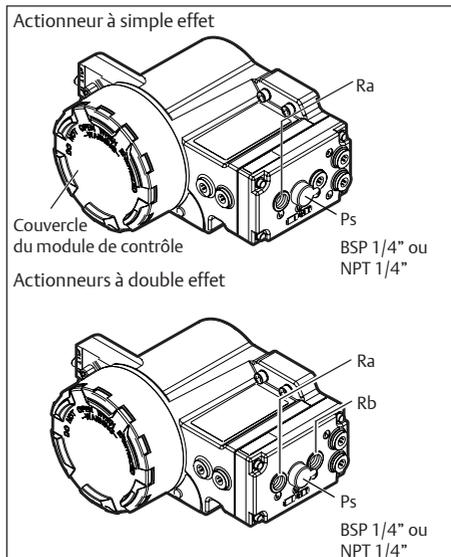

Fig. 3.1 Raccordements pneumatiques
- 6 Les orifices d'échappement Ra et Rb du module (voir la figure 3.1) sont expédiés d'usine avec une protection contre les avaries de transport.